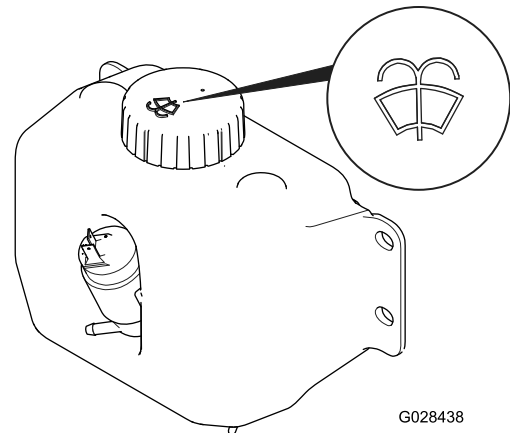

Figura 68
3. Localice el depósito de líquido del lavaparabrisas (Figura 68).